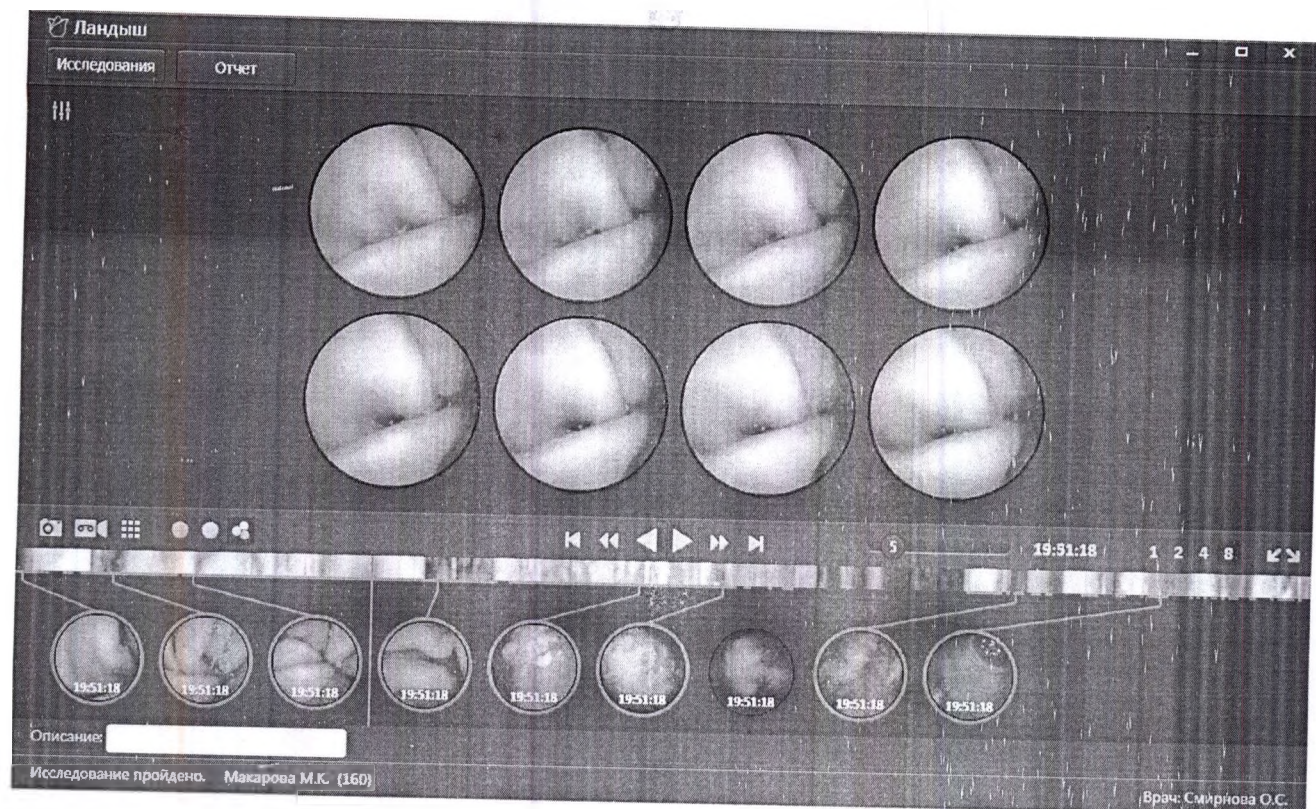

Рисунок 6 – Окно работы с изображением ПО
2) окно работы с изображением (рисунок 6), предназначенное для работы с результатами исследования и обеспечивающее следующие функциональные возможности и настройки: